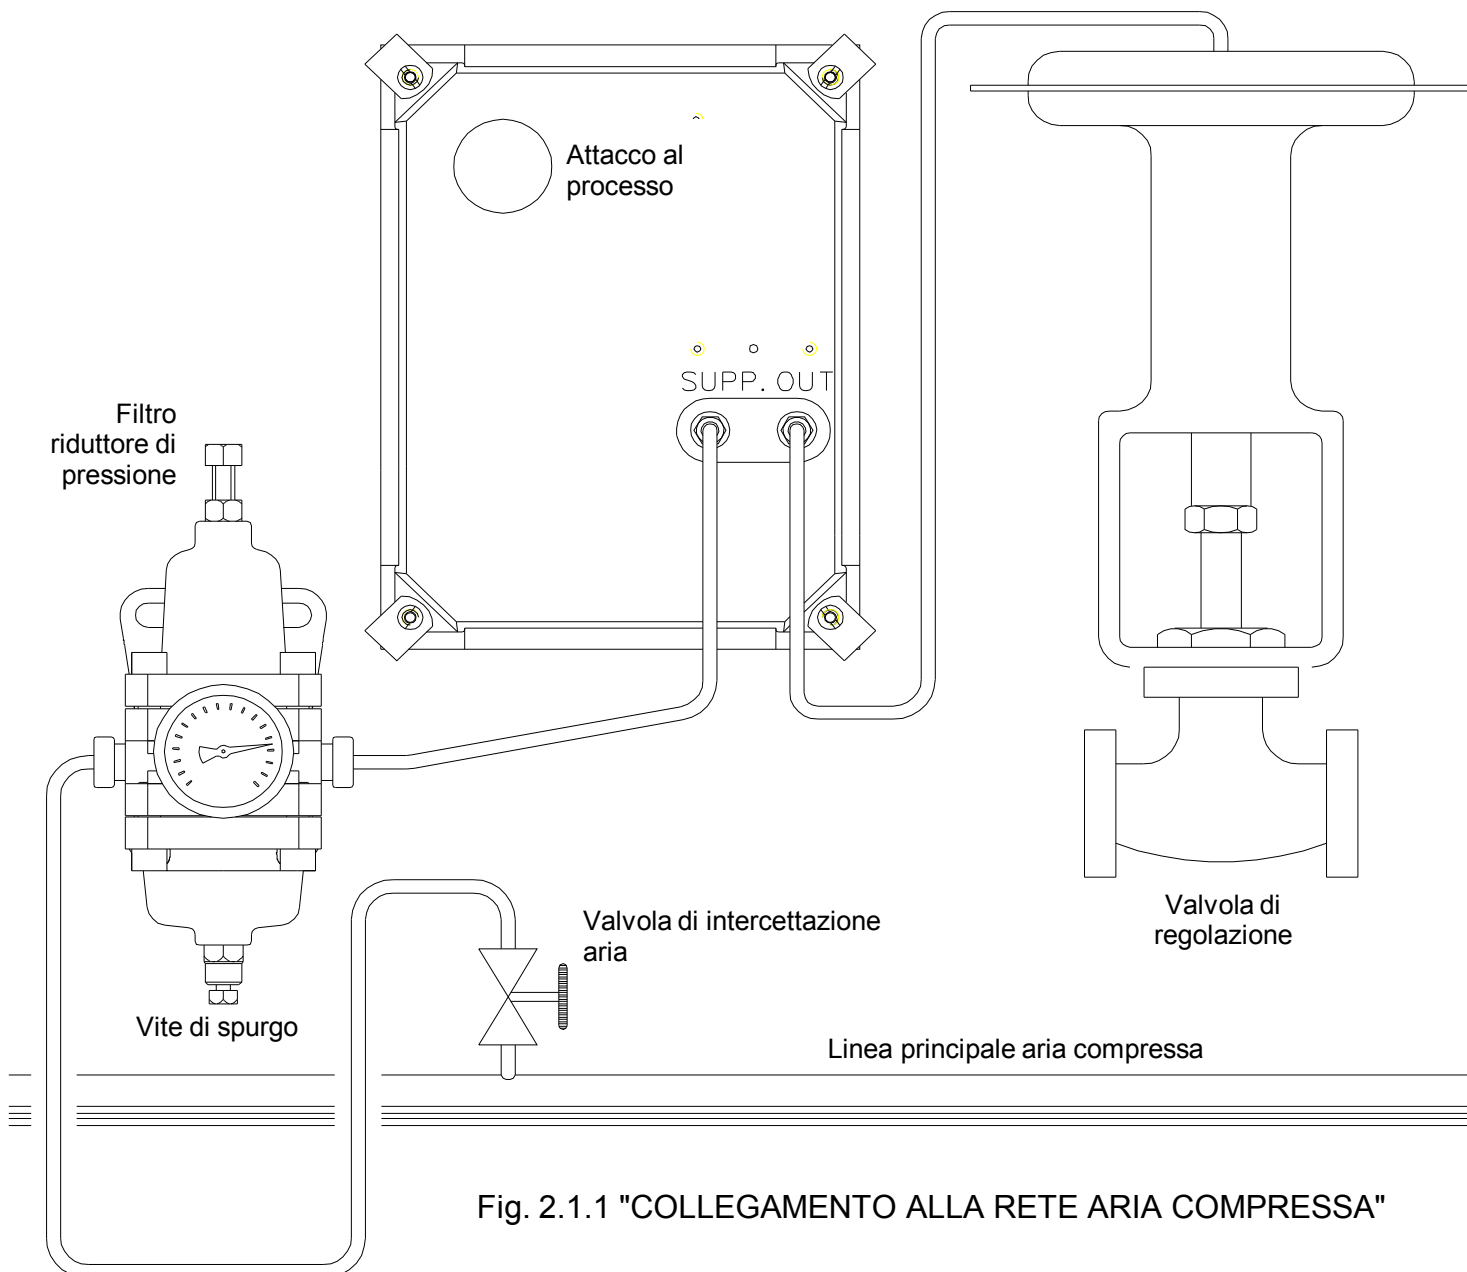

Fig. 2.1.1 "COLLEGAMENTO ALLA RETE ARIA COMPRESSA"
2.1. COLLEGAMENTO ALLA RETE ARIA COMPRESSA (Fig. 2.1.1)
A - Alimentare l'apparecchio con aria a 20 psi ($\pm 1,5$) e aprire la vite di spurgo del filtro riduttore di pressione (vedi Fig. 2.1.1) fino al completo scarico di eventuali condense.
B - Alimentare l'apparecchio con aria a 20 psi ($\pm 1,5$) e aprire la vite di spurgo del filtro riduttore di pressione (vedi Fig. 2.1.1) fino al completo scarico di eventuali condense.